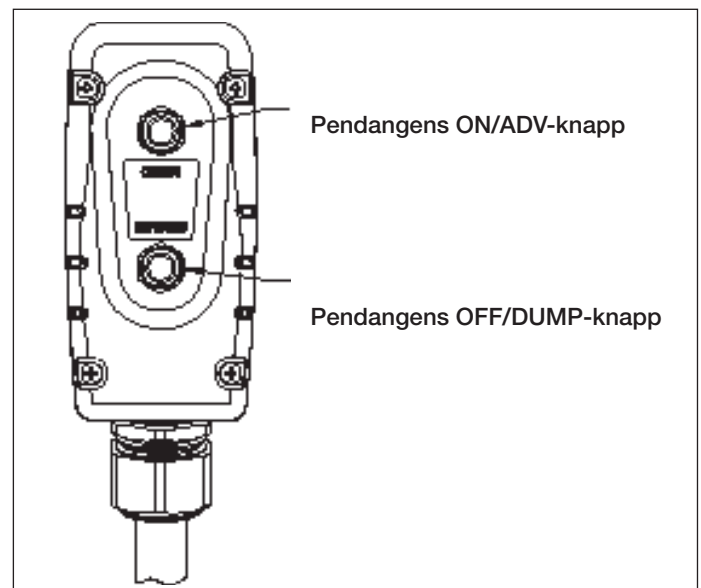

Figur 6, Pumpkontrollpanel
5.1 Pumpmotorns till/från-brytare (se figur 6)
4. Anslut enheten till strömmen. Flytta pumpens på/av-brytare till ON (på). Se figur 6.